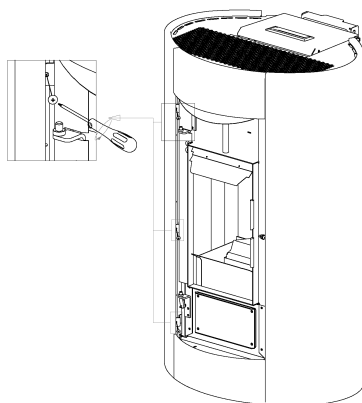
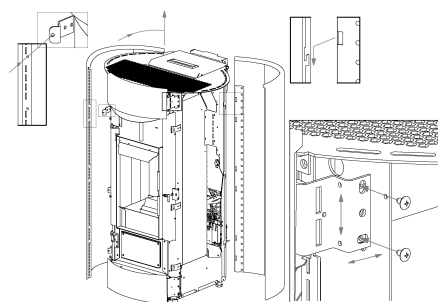

Fig. 64 - Dents d'accrochage
Fig. 65 - Réglages
- Pour le montage, procéder dans le sens inverse, avec la possibilité de régler les coques avant, aussi bien verticalement qu'horizontalement, de manière à les porter au même niveau que les flancs (voir **Fig. 64** et **Fig. 65**).